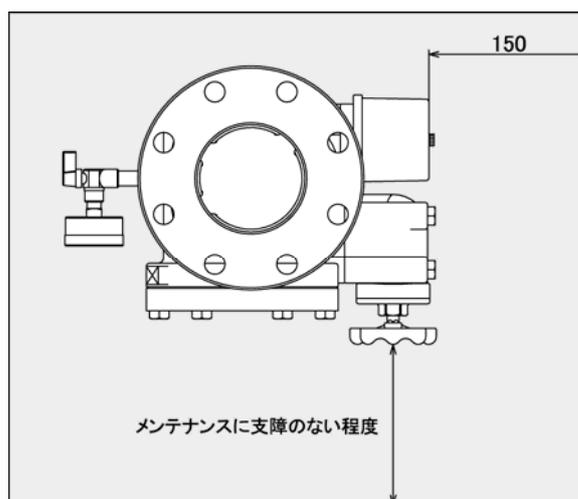

図2. アラームバルブ周辺に必要なスペース(推奨寸法)
- ① 本製品を取付ける前に、本体内部の梱包材を必ず取除き、その他の異物がないことを確認してください。機能を失う恐れがあります。
- ② 本製品を取付ける際、バルブ本体に表示の流れ方向(本体側面に↑印あり)が下から上方向であることを確認のうえ設置してください。逆方向では機能しません。
- ③ 附属品のアングル弁、及びニップルを本体に取付けの際、シーリング材をねじ部に付けてから適切な工具をご使用のうえ、漏れのないように取付けてください。取付けの際は、過大な力でねじ込まないでください、アングル弁ねじ部等が破損する恐れがあります。
- ④ 圧力計をアングル弁に取付けまたは取外す際、アングル弁のレンチ掛け部にスパナを掛け、圧力計のねじ部を締付けまたは緩めてください。アングル弁のキャップ装着部に緩みを生じ、漏れが生じてしまう恐れがあります。
- ⑤ 取付けの際、メンテナンス性を考慮したスペースを確保してください。また、下図2に示すように、端子ボックスカバーの側面150mm以内に配管、及び電線管等を設置しないでください。点検ピースを装着することができなくなり、必要時にアラーム弁警報を停止することができません。